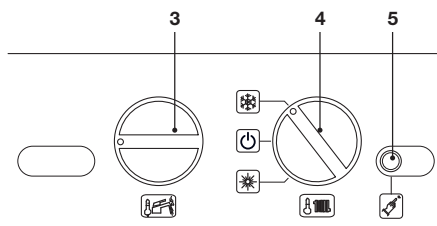
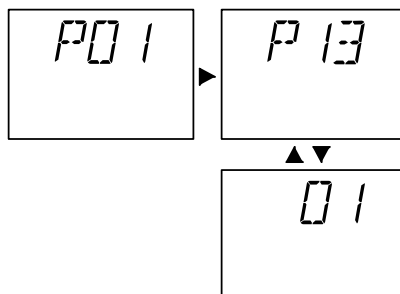

Рисунок 5.38
Рисунок 5.41
- Прежде чем включить электропитание котла, установите регулятор 4 так, как показано на рисунке (см. Рисунок 5.38).
- Нажмите кнопку сброса 5 (Рисунок 5.38) и пролистайте параметры до P13, предназначенного для настройки режима работы насоса. На ЖК-дисплее последовательно отобразятся следующие символы (параметр P13 будет загораться поочередно с цифрой 01) (см. Рисунок 5.41).
- Чтобы изменить настройку, поверните регулятор 3 (Рисунок 5.38) и установите его в выбранном положении (Рисунок 5.42: регулятор установлен в положение «Режим насоса ВКЛ.»). На ЖК-дисплее параметр P13 загорается по очередно 04.